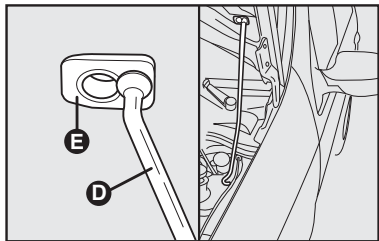

fig. 93
4) Introduzir a extremidade da vareta **D** na abertura **E** do capô do motor **fig. 93**.
1) Manter levantado o capô com uma mão e, com a outra, tirar a vareta **D**-fig. 93 da abertura **E** e repô-la no seu dispositivo de bloqueio.